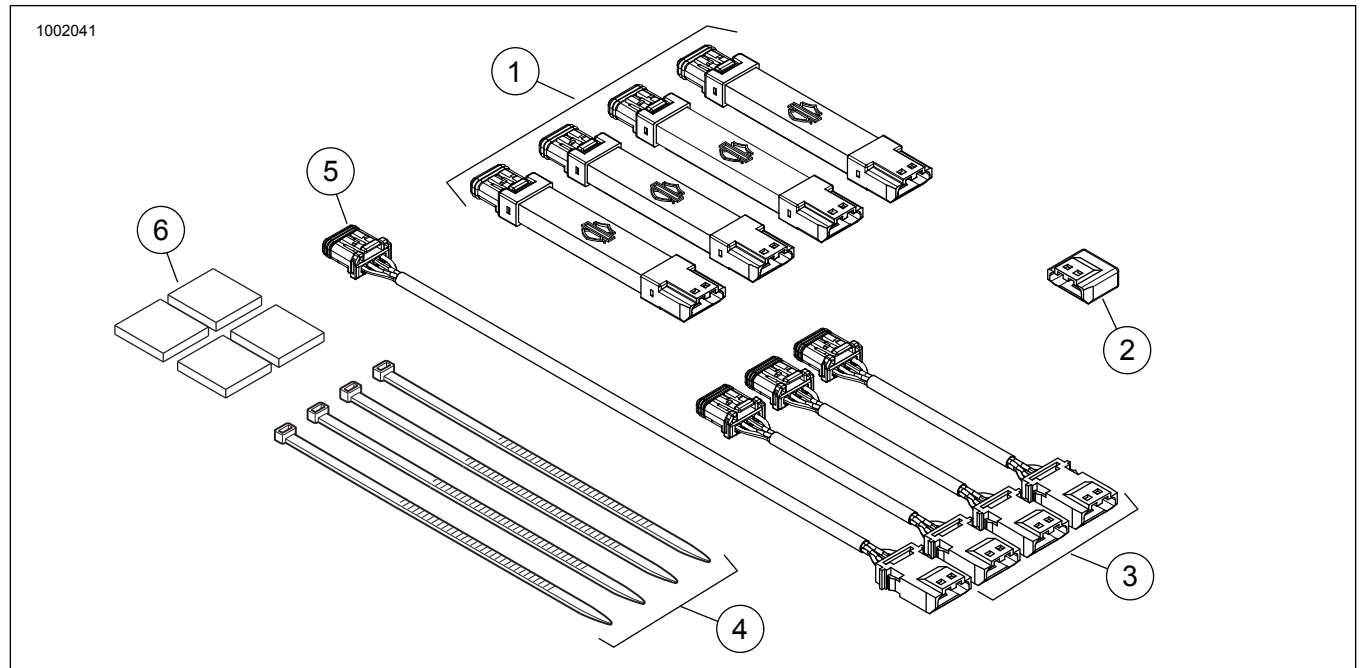

Figure 2. Pièces de rechange, kits de modules d'éclairage Spectra Glo
Figure 2 et Tableau 1.
2. Figure 2 Assembler (installation à sec) les modules d'éclairage (1) et les faisceaux (3 et 5) selon la configuration désirée.